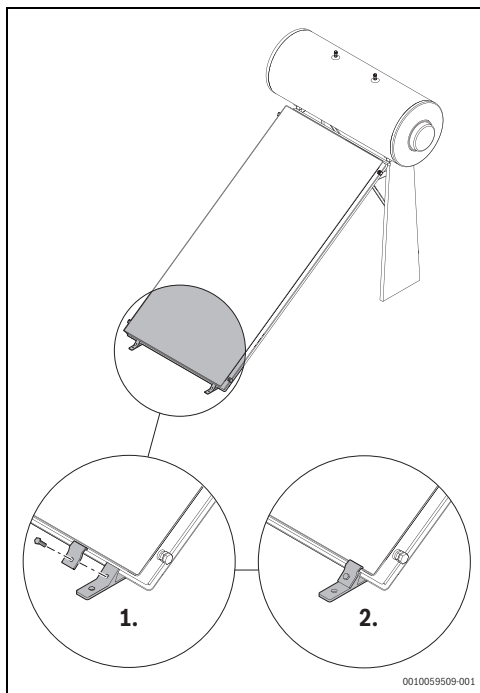

Fig. 35
- ▶ Placer un pied du support du capteur à chaque bord du capteur et serrer les boulons pour fixer les capteurs ensemble (voir fig. 35).